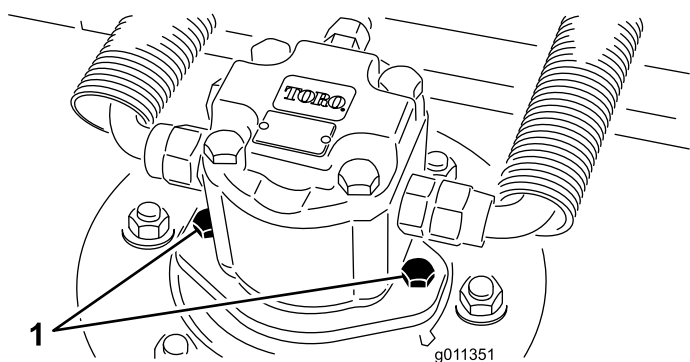

Figura 67
2. Desligue e retire o motor hidráulico da plataforma (Figura 67). Cubra a parte superior do eixo para não o sujar.
4. Instale o motor hidráulico na plataforma (Figura 67). Verifique se o anel de retenção está posicionado corretamente e não está danificado.